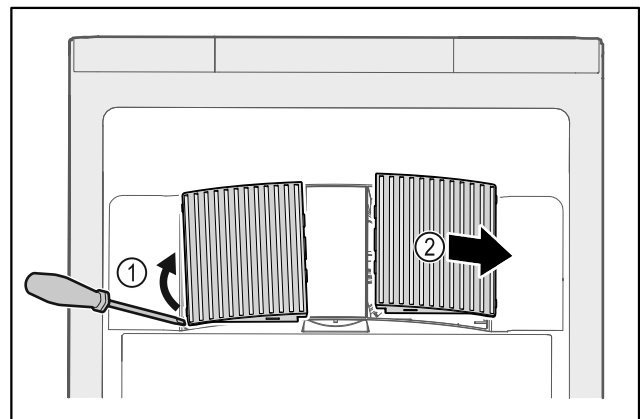

Fig. 47
- ▶ Scoateți cu grijă capacele ventilatoarelor de pe partea laterală Fig. 47 (1) și scoateți-le spre partea din față Fig. 47 (2).